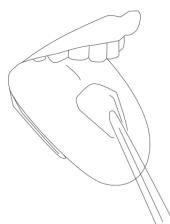

Рис. 5
7.1.4 Насадка для чистки языка (Рис. 5)